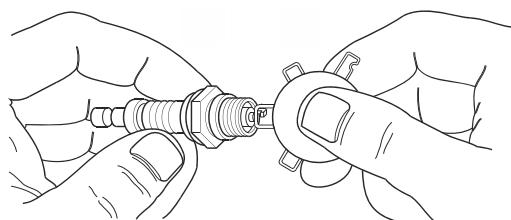

Figura 4-3: Ajuste da folga da vela de ignição
5. Verifique a abertura da vela de ignição usando um calibre. Consulte Figura 4-3. Ajuste a abertura dobrando cuidadosamente o eletrodo do terra: